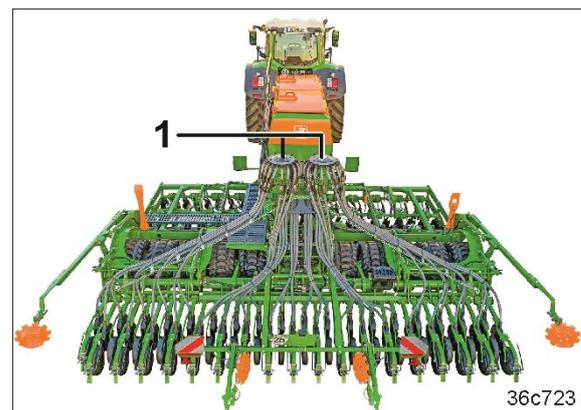

Fig. 161
- mit 2 Verteilerköpfen (Fig. 161/1) durch Unterbrechung der Saatgutversorgung eines Verteilerkopfes, siehe Kapitel 5.26.3.3.